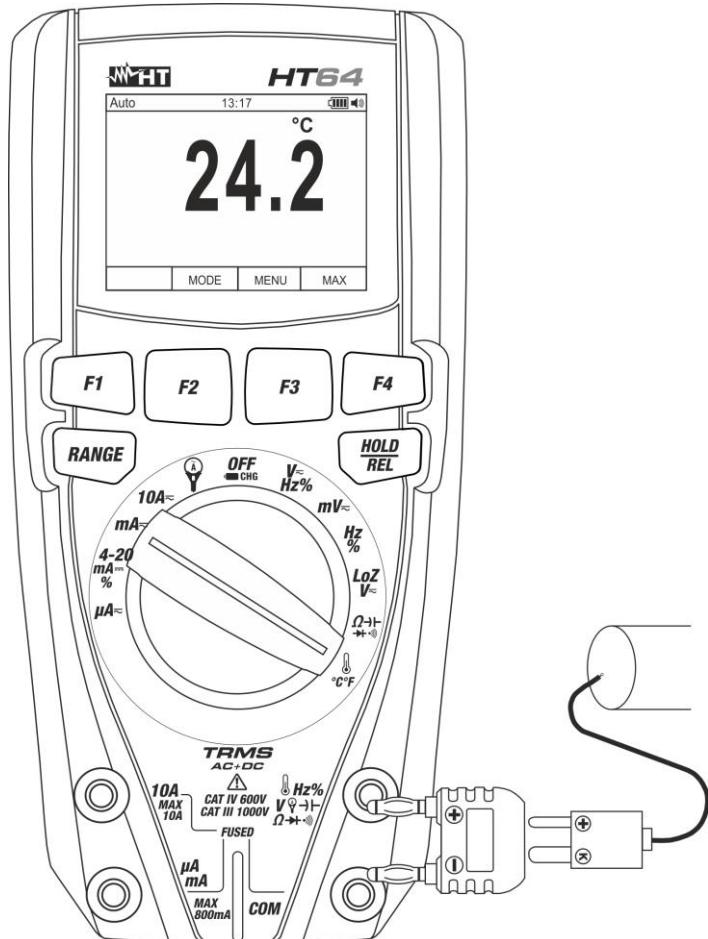

Fig. 29: Utilisation de l'instrument pour la mesure de la Température
3. Insérer l'adaptateur fourni dans les bornes d'entrée $\text{Hz}\% \text{V} \rightarrow \text{Ω} \rightarrow \cdot \cdot \cdot$ (polarité +) et **COM** (polarité -) (voir Fig. 29)